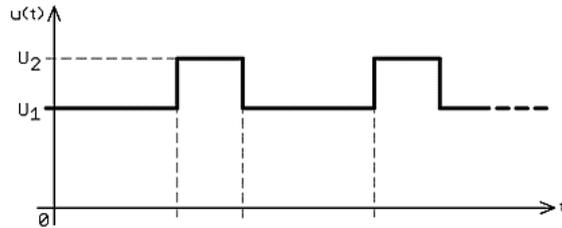

Abb. 1.2: Liniendiagramm Rechteckschwingung
- e) Markieren Sie in Abb. 1.2 die Größen Impulszeit τ und Periodendauer T und geben Sie **in allgemeiner Form an:** / 5
- Tastgrad V_T (aus Abb. 1.2);